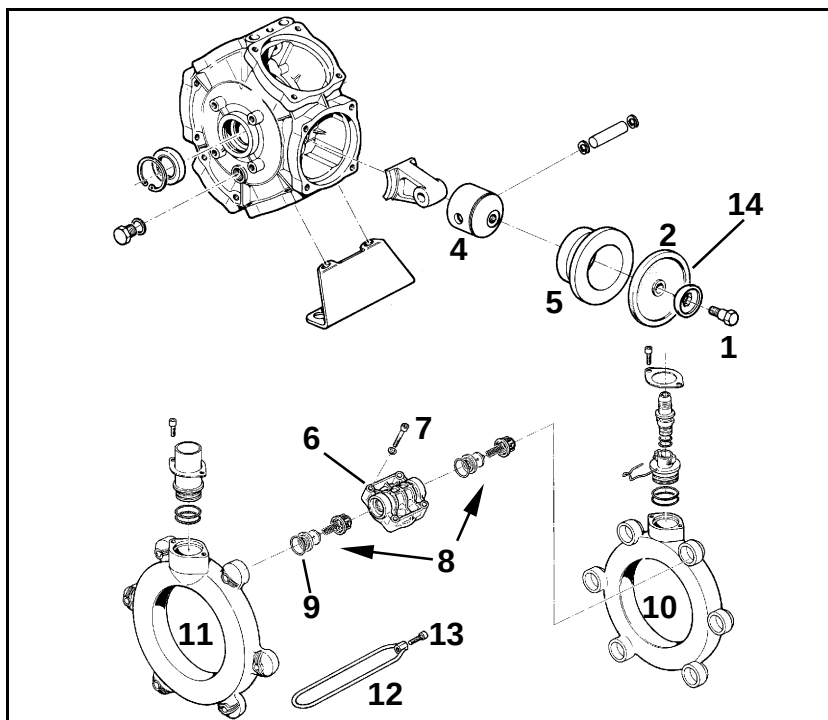

Fig. 227
- Fixez la membrane (Fig. 227/2) avec le disque (Fig. 227/3) et la vis (Fig. 227/1) de manière (Fig. 227/4) à ce que le rebord (Fig. 227/14) soit orienté vers la culasse (Fig. 227/6).
- Les vis (Fig. 227/13) doivent être impérativement serrées en étoile et avec le couple de serrage indiqué. En ne respectant pas ces consignes, il y a risque de tensions contradictoires et donc de fuites.
1. Desserrez les vis (Fig. 227/1) et retirez du piston (Fig. 227/4) la membrane (Fig. 227/2) avec son disque de support (Fig. 227/3).
3. Retirez du carter de la pompe le cylindre (Fig. 227/5).
6. Remettez le cylindre (Fig. 227/5) en place dans le carter de la pompe.
7. Remontez la membrane (Fig. 227/2).
8. Appliquez la culasse (Fig. 227/6) sur le carter de la pompe et serrez les vis (Fig. 227/7) en étoile de façon identique.
9. Après les avoir vérifiés et nettoyés, remontez les jeux de clapets (Fig. 227/8).
10. Mettre en place des joints toriques neufs (Fig. 227/9).
11. Appliquez les conduits d'aspiration (Fig. 227/10) et de refoulement (Fig. 227/11) sur leur emplacement et fixez les avec les étriers (Fig. 227/12).
12. Serrez les vis (Fig. 227/13) en étoile avec un couple de serrage de **11 Nm**.